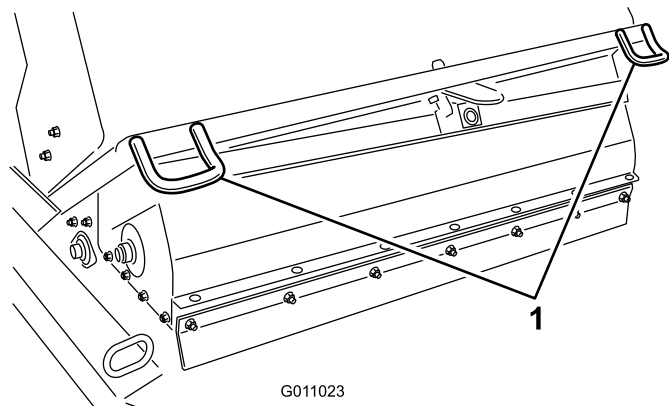
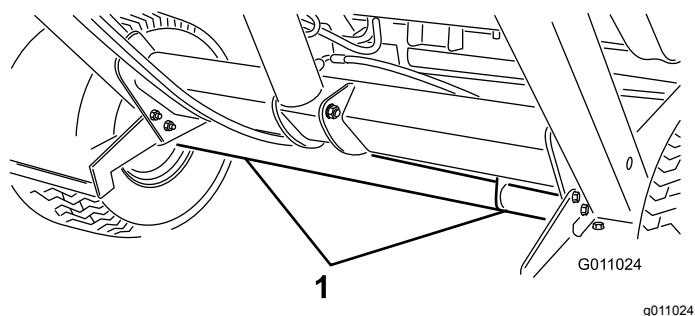

Figura 30
Figura 31
- Prima di trasferire la macchina, utilizzate i punti di attacco per ancorare la parte anteriore della macchina (Figura 30), e l'assale (Figura 31) per ancorare la parte posteriore della macchina al rimorchio.